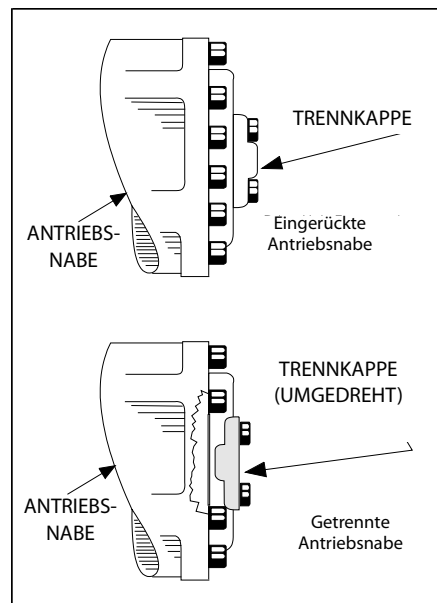

Abbildung 4-5. Antriebstrennnabe
2. Die Antriebsnaben trennen, indem die Trennkappen umgedreht werden. (Siehe Abbildung 4-5.) Nach dem Abschleppen der Maschine folgende Verfahrensschritte durchführen:
3. Die Antriebsnaben wieder verbinden, indem die Trennkappen umgedreht werden. (Siehe Abbildung 4-5.)